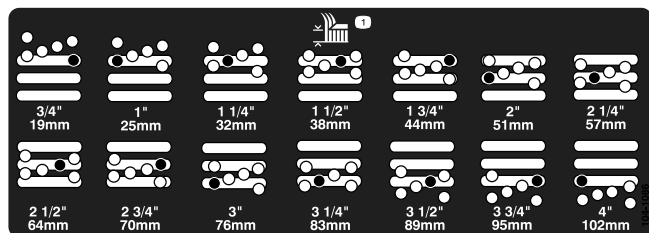

図 16
5. 希望の刈り高にチェンバを合わせ、その刈り高の穴とスロットにスペーサを通す 図 16。